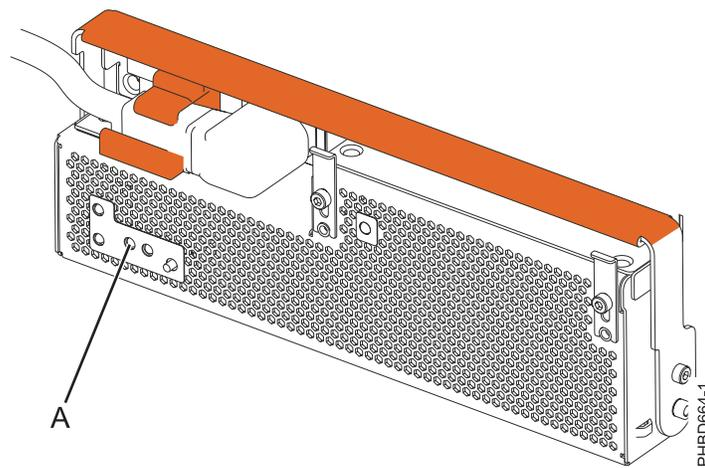

Figure 56. Voyant d'identification d'incident de l'unité remplaçable sur site
Pour identifier l'alimentation électrique, notez la présence du voyant d'identification d'incident orange de l'unité remplaçable sur site (A) comme illustré à la figure 56. Un voyant allumé (fixe ou clignotant) indique l'alimentation électrique défaillante.